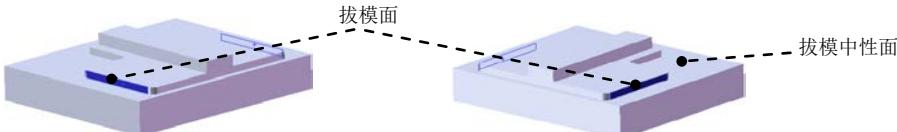

图 16.6.10 拔模参考面
(2) 定义拔模中性面。在 **中性面(N)** 区域的  中选取图 16.6.10 所示的表面作为拔模中性面。
(3) 定义拔模面。在 **拔模面(E)** 区域的  中选取图 16.6.10 所示的表面作为拔模面。